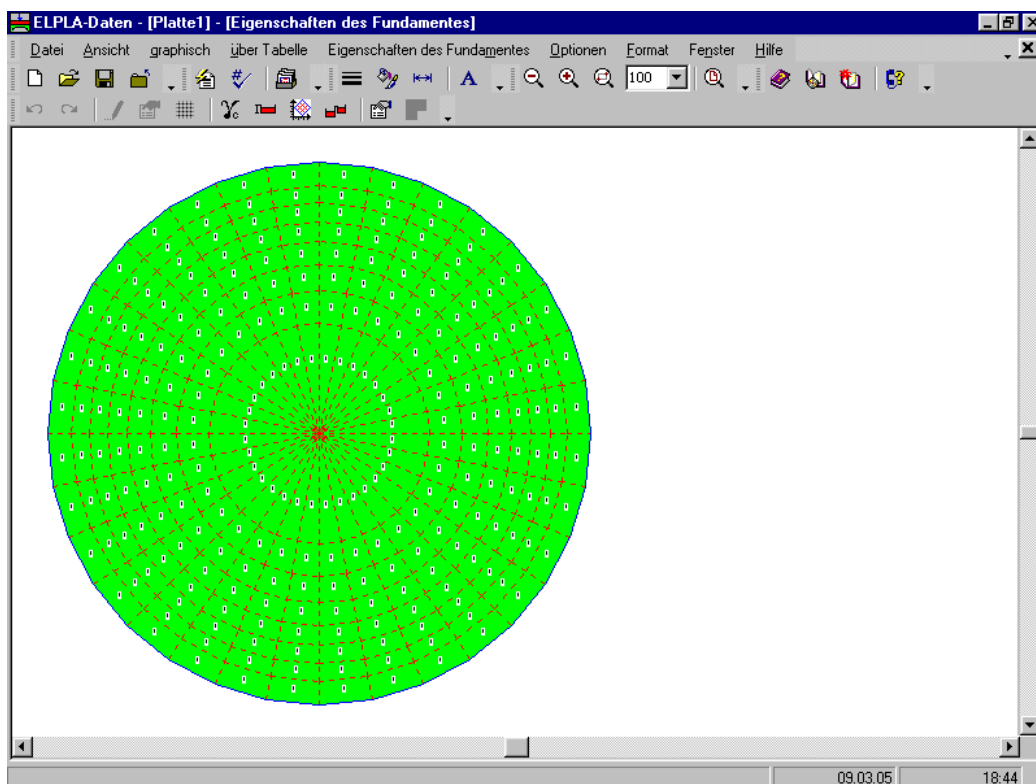
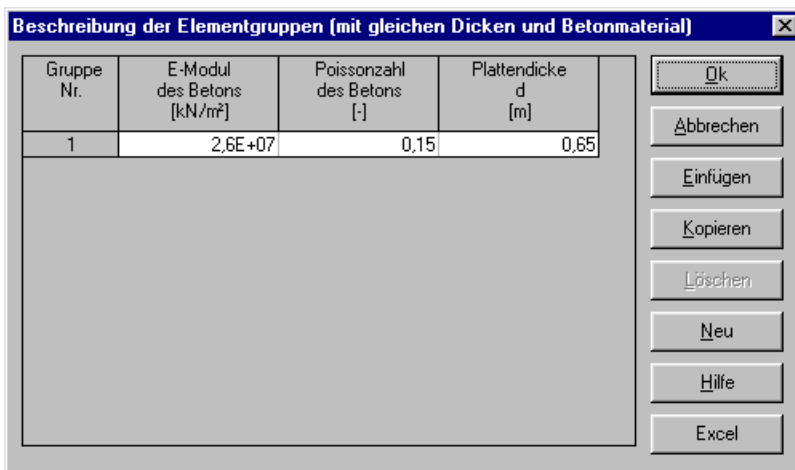
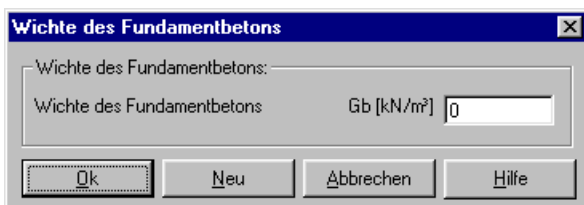

Bild 3-21 Eingebettetes Programm "Eigenschaften des Fundamentes"
Bild 3-22 Listenfeld "Beschreibung der Elementgruppe"
Bild 3-23 Dialogfeld "Wichte des Fundamentbetons"
- Wählen Sie den Befehl "Eigenschaften des Fundaments" aus dem "Daten"-Menü des *ELPLA-Daten*-Fensters. Das folgende eingebettete Programm im Bild 3-21 erscheint mit Standardwerten von Eigenschaften des Fundaments. Die Daten der Eigenschaften des Fundaments für dieses Beispiel sind Plattenmaterial, Plattendicke und Gründungstiefe. Die anderen Daten entsprechen den Eigenschaften des Fundaments in den Programmennüs. Deshalb kann der Benutzer diese Daten aus den Standardwerten der Eigenschaften des Fundaments übernehmen
- Wählen Sie den Befehl "Elementgruppen" aus dem Menü "über Tabelle" im Fenster von Bild 3-21. Das folgende Listenfeld im Bild 3-22 mit Standardwerten erscheint. Um einen Wert im Listenfeld einzugeben oder zu modifizieren, schreiben Sie diesen Wert in der entsprechenden Zelle, dann drücken Sie "Eingabe". Im Listenfeld von Bild 3-22 geben Sie E-Modul der Platte, *Poissonzahl* der Platte und Plattendicke ein
- Wählen Sie "Wichte des Fundamentbetons" aus dem Menü "Eigenschaften des Fundaments" im Fenster von Bild 3-21. Das folgende Dialogfeld im Bild 3-23 mit einer Standardwichte von 25 [kN/m³] erscheint. Um das Eigengewicht der Platte bei der Berechnung zu vernachlässigen, schreiben Sie 0 im Textfeld "Wichte des Fundamentbetons"
- Wählen Sie "Eigenschaften des Fundaments speichern" aus dem "Datei"-Menü im Bild 3-21, um die Eigenschaften des Fundaments zu speichern